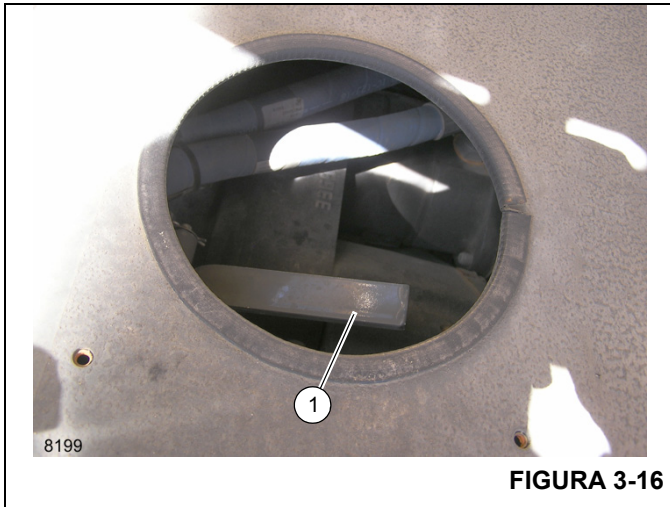

FIGURA 3-16
3. Levante a alavanca de desconexão da bomba (1, Figura 3-16).